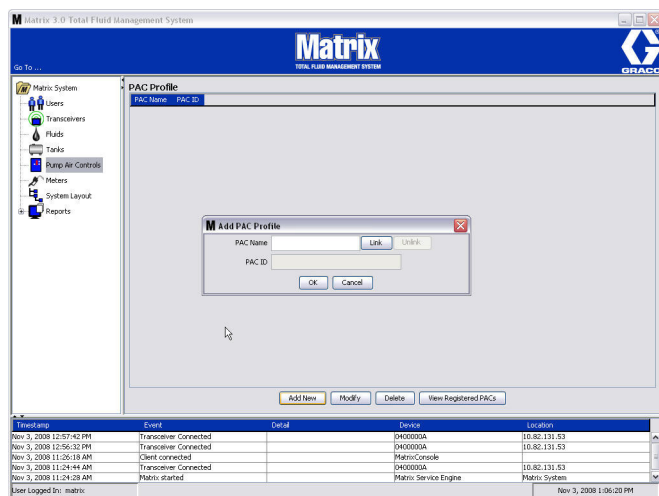

FIG. 80
3. L'écran "Add PAC Profile" (Ajouter un profil de PAC) est illustré dans la FIG. 80. Dans cet écran, vous êtes invité à donner un nom à la PAC. Après avoir saisi le nom de la PAC dans le champ, cliquez sur "OK" pour fermer l'écran et enregistrer les modifications.